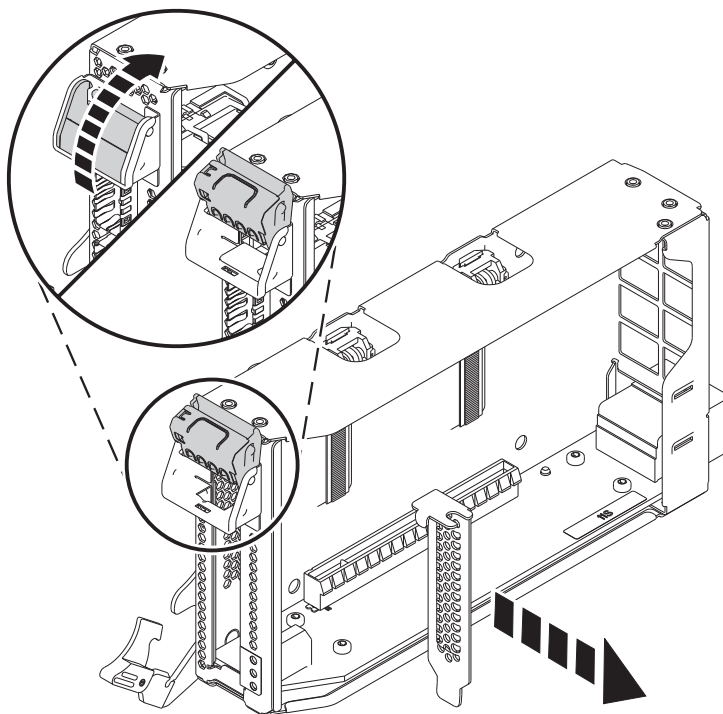

Figura 17. Extracció del panell de reblliment de l'adaptador PCIe del casset de l'adaptador
- c. Per desbloquejar una contrapunta del panell de reblliment, feu girar el pestell que es troba a l'extrem de la contrapunta del casset tal com es mostra a la Figura 17 a la pàgina 18.
- d. Extraieu la contrapunta del panell de reblliment del casset, tal com es mostra a la Figura 17 a la pàgina 18.